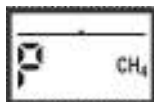

Рисунок 9.5
9.7 При разряде аккумуляторной батареи происходит сброс индикации измеряемой концентрации, на индикаторе отображается надпись " P ", 12 сегментная "линейка" чиста (рисунок 9.5), и включается прерывистый кратковременный звуковой сигнал. При дальнейшем разряде аккумуляторной батареи питание газоанализатора отключается автоматически.